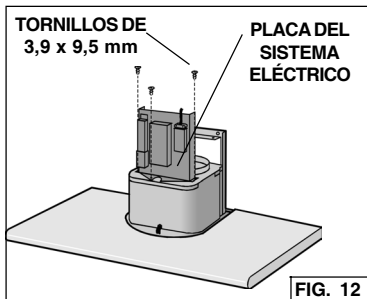

FIG. 12
5. Asegure la placa del sistema eléctrico a la campana de cocina con (3) tornillos de montaje 3.9x9.5mm. Fig. 12